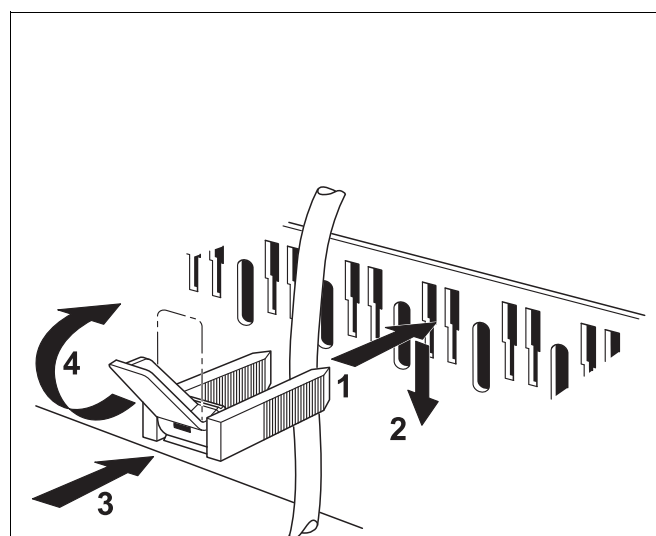

Рис. 14 Крепление провода хомутом
- Все провода закрепить хомутами (Рис. 14):
- Вставить хомут с проводом сверху в шлицы рамки (Рис. 14) ; пластинка рычага должна быть при этом направлена вверх (Рис. 14, шаг 1).
- Сдвинуть хомуты вниз (Рис. 14, шаг 2).
- Нажать на хомут (Рис. 14, шаг 3).
- Повернуть рычажок вверх (Рис. 14, шаг 4).